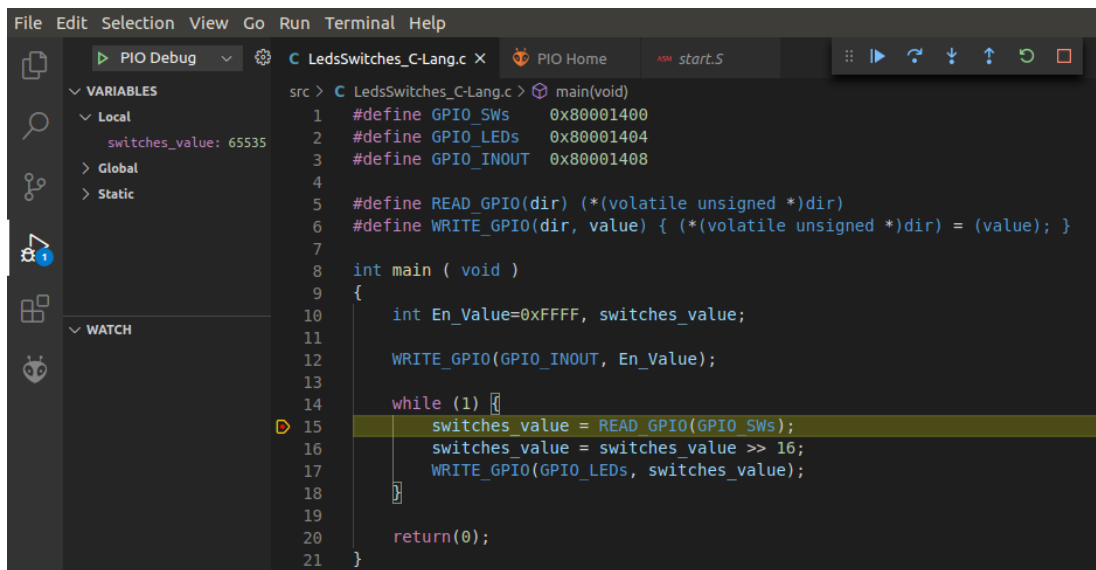

Figura 63. Ejecución detenida en el punto de interrupción
4. A continuación, inicie el depurador. El programa comenzará a ejecutarse y se detendrá en el punto de interrupción (Figura 63).